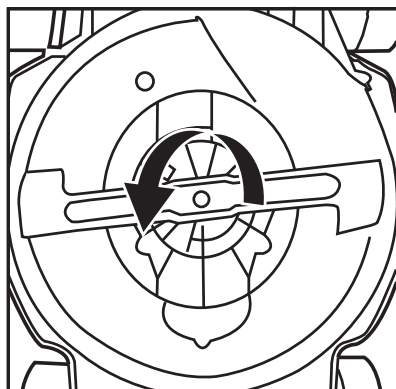

Fig. 16
4. Desfă șurubul de fixare (fig. 16).